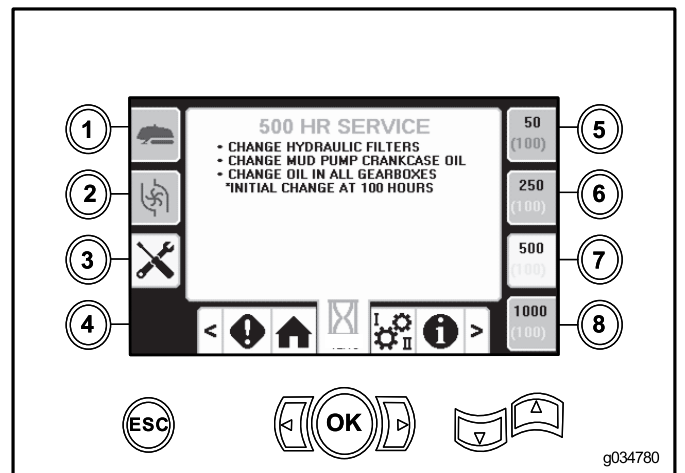

Figura 8
- Botón 7 – Programa de mantenimiento de 500 horas (Figura 8)